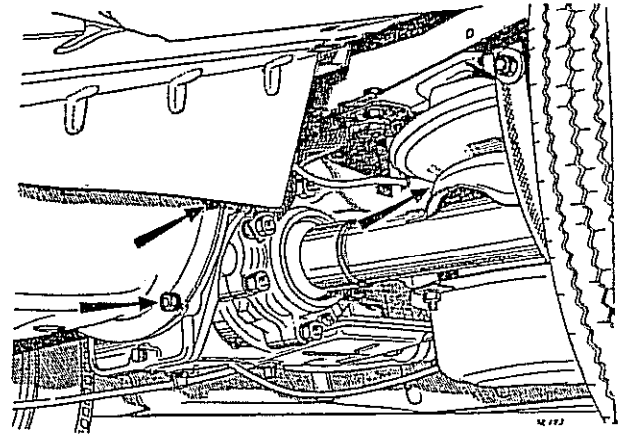

Fig. 39
- 1) Desconectar el tubo de combustible a la salida del tanque (Fig. 39).